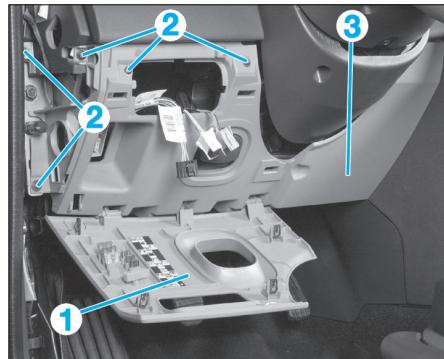
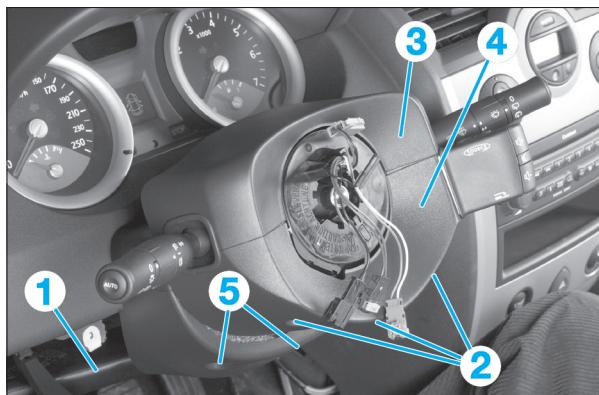

FIG. 2
FIG. 5
- l'habillage inférieur gauche (1) de la planche de bord (Fig.2).
- Déposer les vis (2) de la partie inférieure (3) de la planche de bord (Fig.2).
- Déposer la partie inférieure de la planche de bord (3).
- Dégrafez et déposer le conduit d'air (1) (Fig.5).
- Déposer l'ensemble contacteur tournant/commodo en écartant la languette inférieure (2).
- les deux vis (5) sous la colonne de direction (Fig.5).